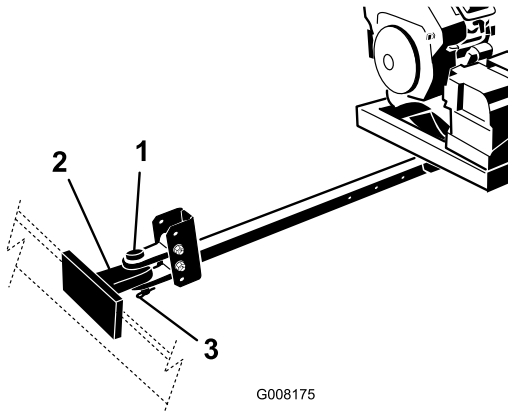

Figura 8
4. Ligue o engate da forquilha do soprador ao engate do veículo de reboque com o pino de engate e o contrapino (Figura 8).